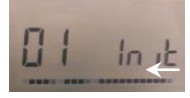

Fig. 3
5. Jeżeli termostat pokojowy radiowy zostanie prawidłowo przydzielony do wybranej strefy/ stref, deaktywować inicjalizację radiową na termostacie pokojowym (wyłączyć termostat). W dolnej części wyświetlacza powinna przebiegać grafika z belką jednorzędową (= termostat pokojowy radiowy wysłał sygnał, patrz rys. 3).